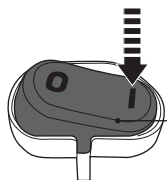

Fig. 20
- > Ponga el interruptor encendido / apagado (16) en la posición I para encender el producto (Fig. 20).